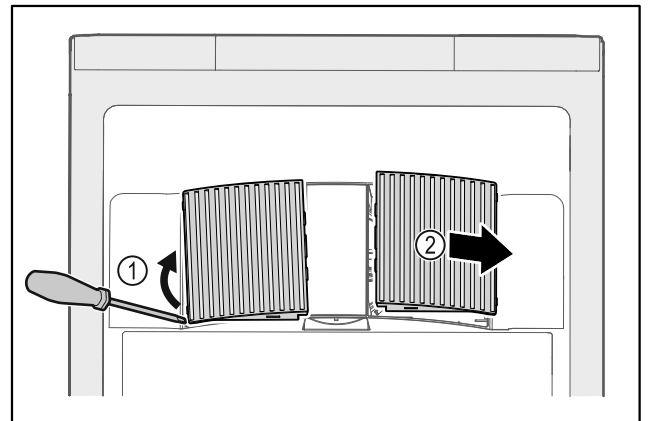

Fig. 228
- Bänd försiktigt loss flätkåporna på sidan Fig. 228 (1) och ta av dem framåt Fig. 228 (2).